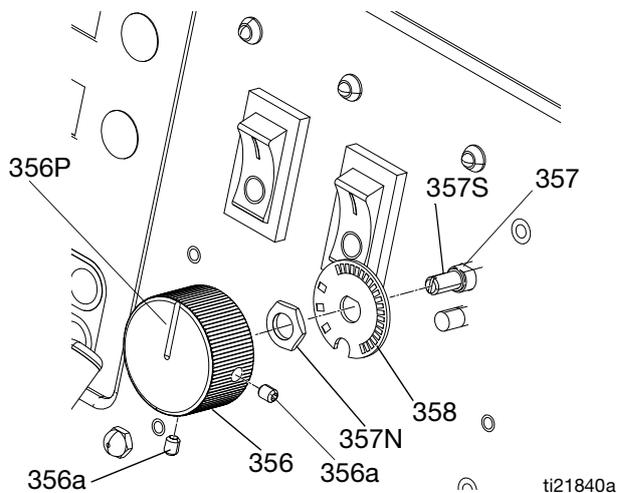

图 9 功能旋钮 / 电位器
4. 参见图 9。卸下两个定位螺钉 (356a)，将功能旋钮 (356) 拉离电位器 (357) 轴。
5. 卸下螺母 (357N) 和锁动板 (358)。
6. 按相反的顺序安装新电位器 (357)。调整电位器，使槽 (357S) 成水平位置。调整旋钮 (356)，使指示标记 (356P) 朝上。将旋钮装到轴上，使槽 (357S) 与旋钮的定位销啮合。在拧紧定位螺钉 (356a) 之前将旋钮推到顶在轴的棘爪弹簧上。